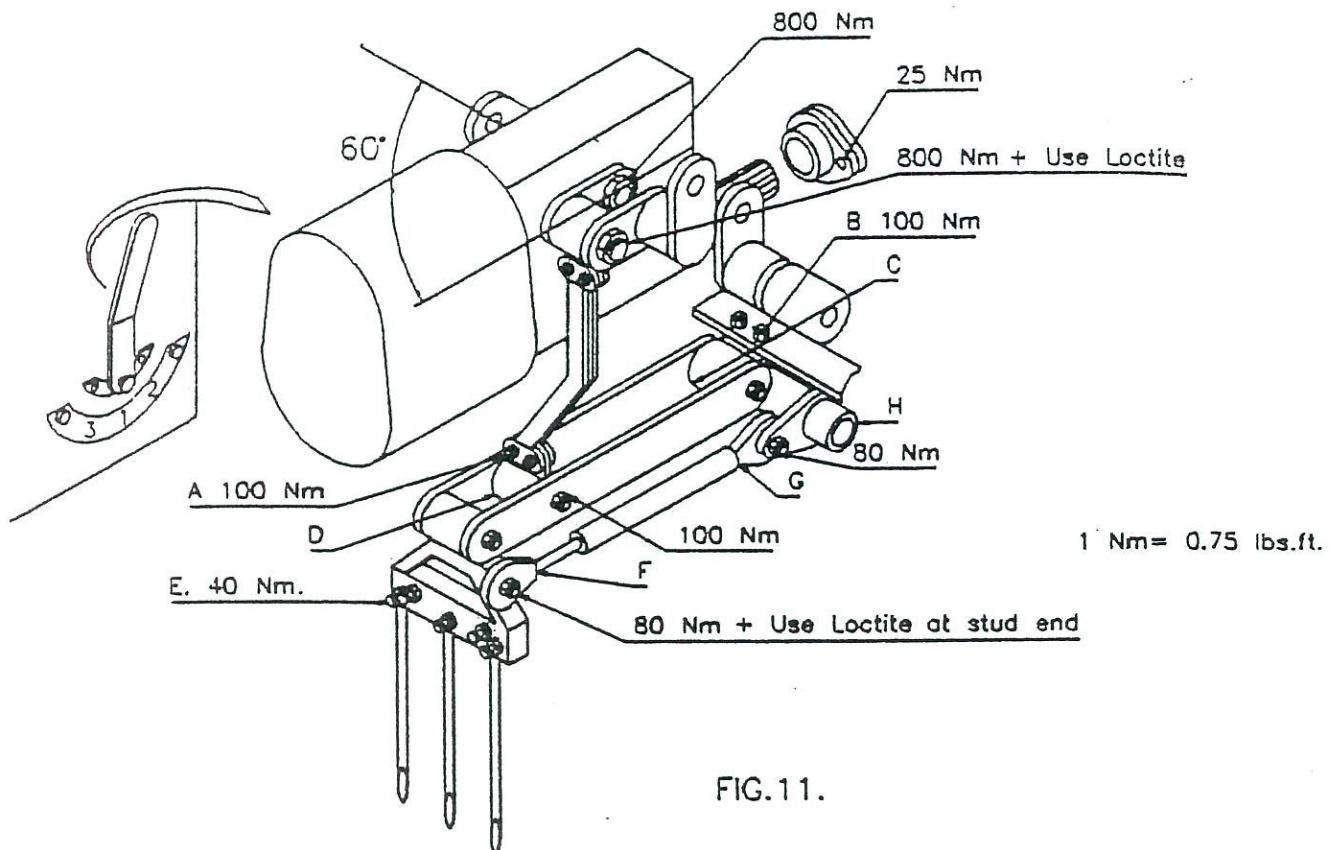

FIG.11.
- 各部のボルト・ナットを規定値にて締め付けてください。(FIG.11.参照)
10. ナットを規定トルクで締め付けます。(FIG.11.参照)